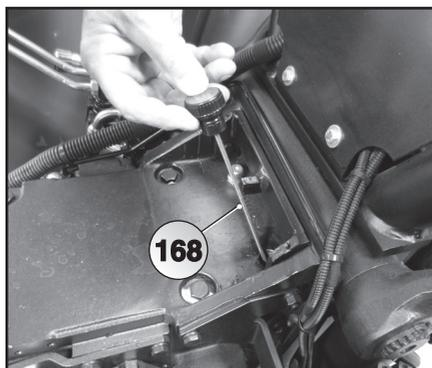

Fig. 6.6
- Sostituire gli elementi filtranti (153).
- Controllare il livello dell'olio del gruppo trasmissione posteriore (Fig.6.6), attenendosi alle istruzioni descritte nella manutenzione periodica.
- Sostituire l'olio nella coppa motore (150) e la relativa cartuccia filtro (151). In seguito sostituire l'olio motore ed il filtro olio motore agli intervalli specificati nella manutenzione periodica. Attenersi alle istruzioni riportate nel manuale d'uso e manutenzione del motore.